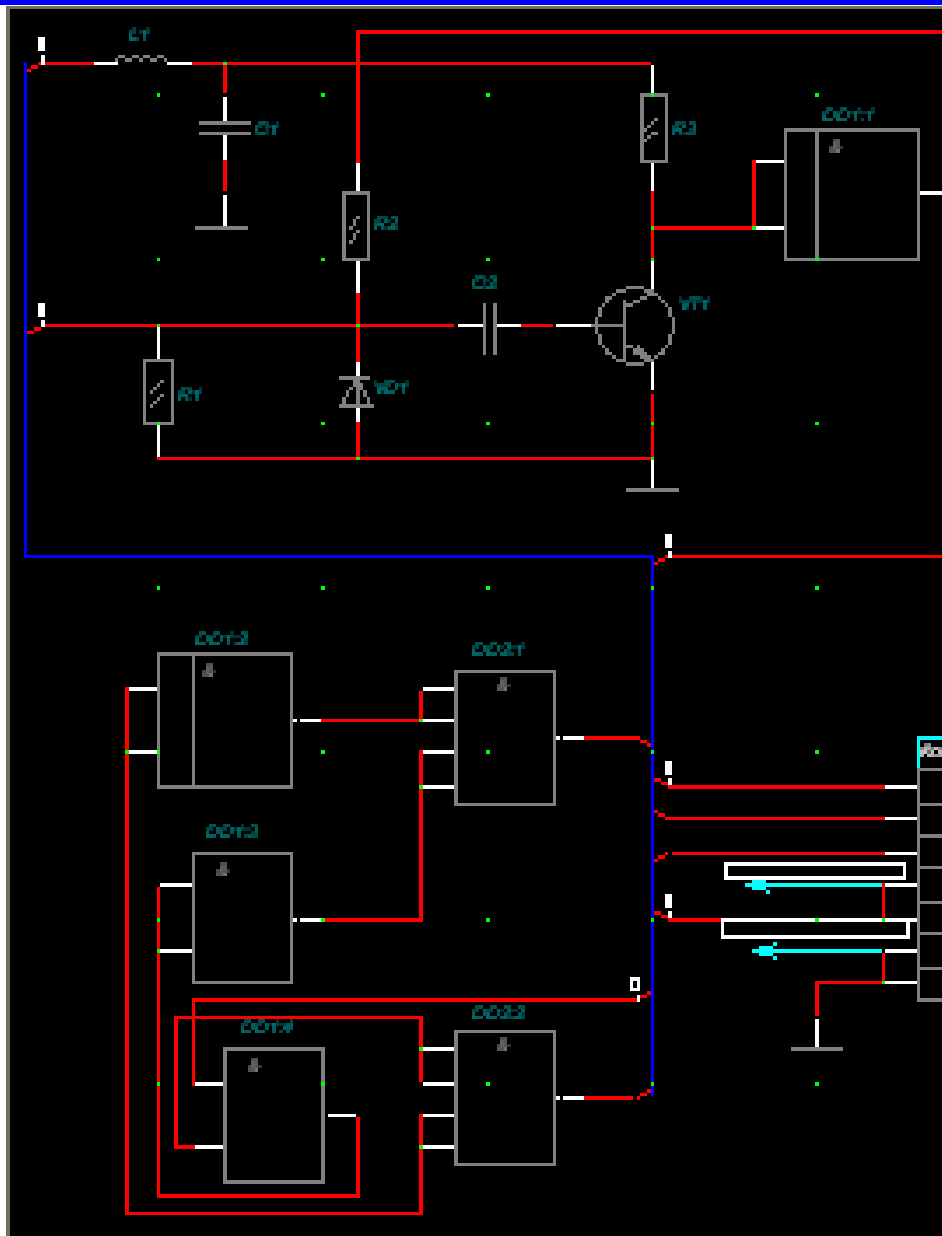

Рисунок 5.20 - Соединения электрических цепей с линией групповой связи
- Для проведения линии групповой связи в учебном проекте выполнить команды **Place/Bus** (Провести шину) . Эту линию проведем между всеми элементами схемы. Поэтому щелкнуть ЛК в 1-й точке с координатами (30; 255) и, не отпуская ЛК, провести вертикальную линию до изгиба в точку (30; 180), отпустить ЛК. Снова нажать ЛК и, удерживая ее, провести горизонтальную линию от точки (30; 180) до точки изгиба (125; 180), отпустить ЛК. Подобным образом провести шину до конца от точки с координатами (125; 180) до точки с координатами (125; 97,5). Щелкнуть ПК. В результате появится изображение линии групповой связи (обычно) синего цвета (рис. 5.20).
- Таким же способом поставить порты на все соединения элементов с линией групповой связи (рис. 5.20):
- Чтобы было понятно, куда та или иная цепь питания подключена, обрывы линий связи заканчивают стрелками с указанием места подключения (адреса). Так, надпись «**К контактам 14 DD1 и DD2**» (рис. 5.20) означает, что цепь соединена с положительным полюсом источника с таким напряжением, надпись - что данный вывод разъема соединяет источник питания с выводами **14** микросхемы **DD1 и DD2**.